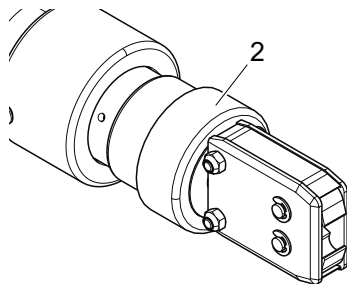

Fig. 25: Allentamento della testa della pinza
2. Svitare il dado di raccordo (Fig. 25/2).